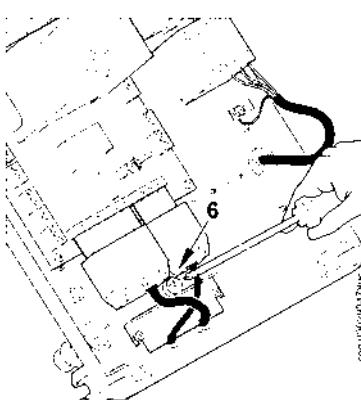

Рисунок 3
- 3) Поместите кабельный зажим, как указано на рис. 3. Поверните эксцентрик (6) так, чтобы пластинка зажима оказала должное давление на два кабеля, теперь можно затянуть винты, фиксирующие пластинку зажима. Соедините два разъема: 7-штырьковый и 4-штырьковый.
- 5) Для правильного расположения прозрачного окошка на щите поступайте в соответствии с рисунком 5: поместите крюки в соответствующие гнёзда (9), продвиньте окошко в направлении, указанном стрелкой, пока не услышите лёгкий щелчок. Теперь обеспечено должное уплотнение.